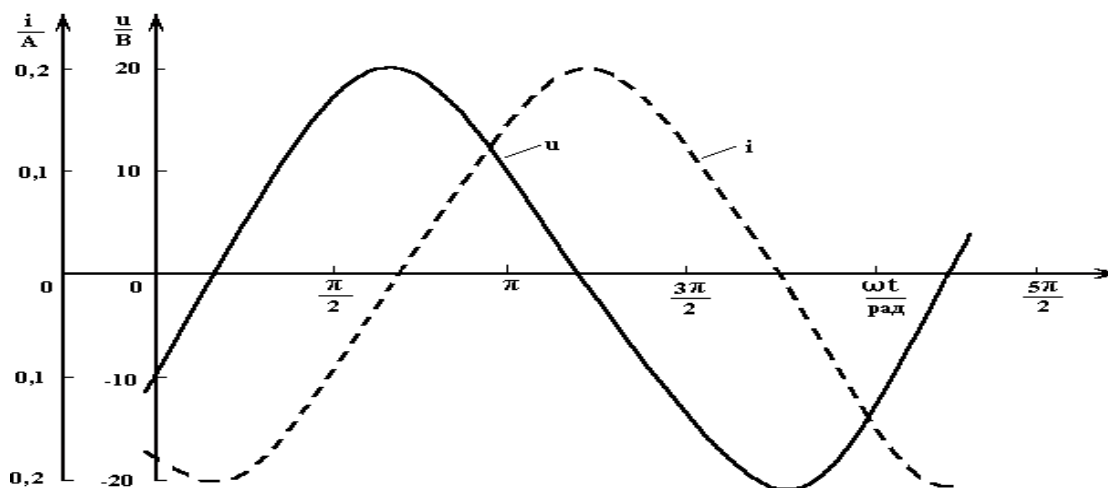

Рисунок 2.6
6. Строим временные диаграммы тока и напряжения (рисунок 2.6). Примеры и рекомендации по методике построения временных диаграмм изложены на практическом занятии №2.1